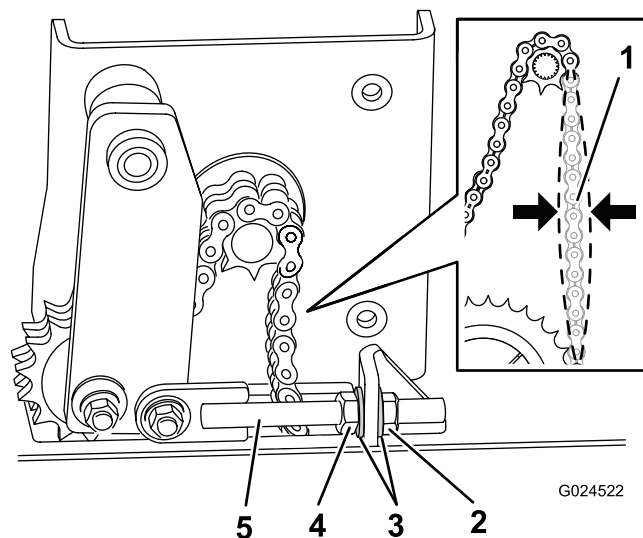

Рисунок 23
2. Ослабьте контргайку на натяжном штоке (Рисунок 23).
3. Отрегулируйте натяжение следующим образом (Рисунок 23):